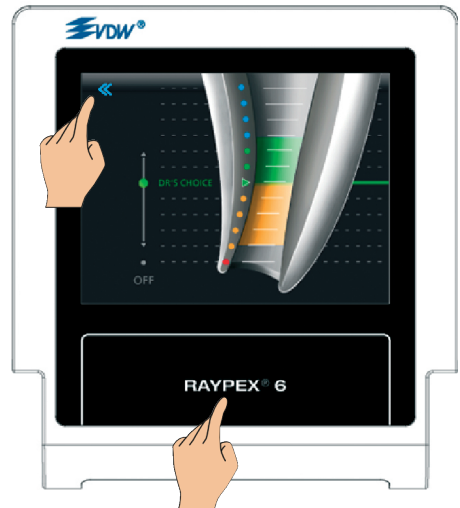

Fig. 26 Sortie de DR'S CHOICE
- Pour sortir du menu DR'S CHOICE, appuyez sur la flèche de retour ou sur l'icône RAYPEX® 6 «Accueil» (Fig. 26).